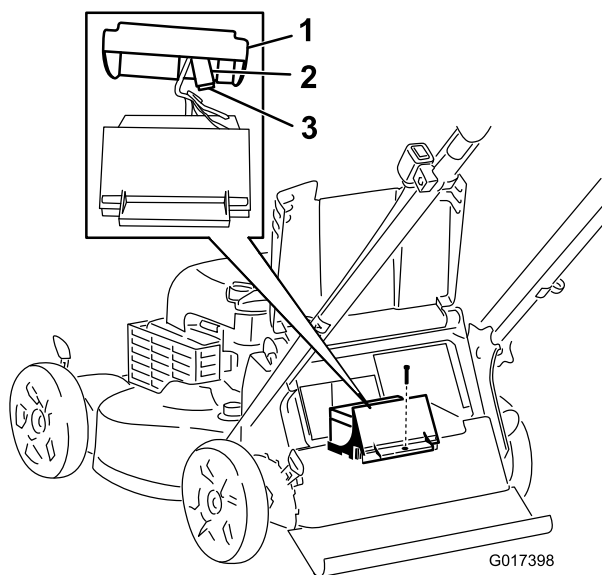

Figura 28
3. Rimuovete la vite di fissaggio del vano batteria, estraete la batteria e individuate il fusibile (Figura 28).
4. Sostituite il fusibile nel portafusibili (Figura 28).